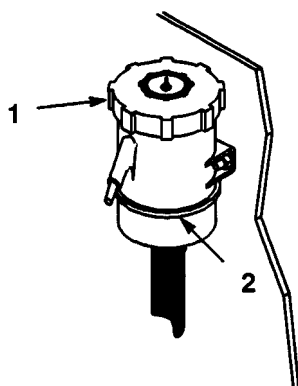

Figure 32
4. Quand la boîte pont est froide, rectifier le niveau jusqu'à la marque "Full cold" sur le réservoir (Fig. 32).